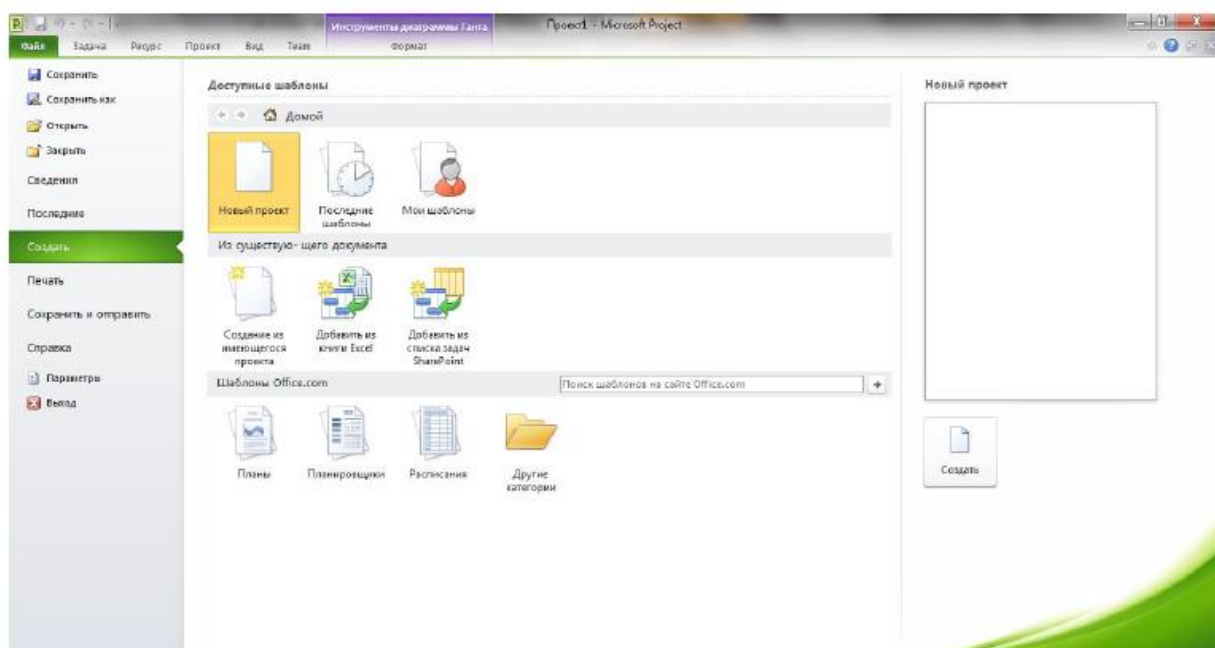

Рис. 2.3. Зображення Backstage
**Backstage.** Backstage – єдина графічна оболонка для управління файлами проекту – нове подання Microsoft®, яке забезпечує швидкий доступ до інструментів, шаблонів і параметрів Project (рис. 2.3).
Щоб відкрити Backstage, необхідно натиснути кнопку **Файл** (рис. 2.3). Backstage містить основні команди, які дозволяють відкривати, зберігати і друкувати файли проекту.